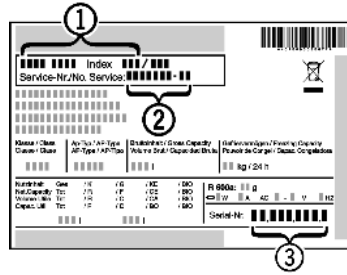

Fig. 79
- ▶ назва пристрою *Fig. 79 (1)*, сервісний номер *Fig. 79 (2)* та серійний номер *Fig. 79 (3)* вказані на заводській табличці. Заводська табличка знаходиться всередині пристрою, ліворуч.